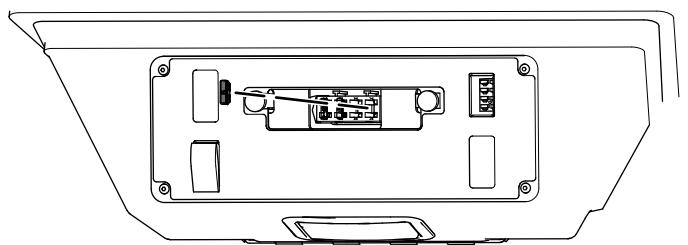

Figure 23
1. Placez le fusible dans l'emplacement libre du porte-fusibles, comme montré à la Figure 23.